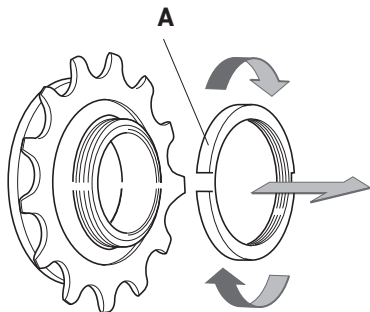

Fig. 10
- Quite la tuerca (A - Fig. 10) del bujo desenroscándola en sentido horario.